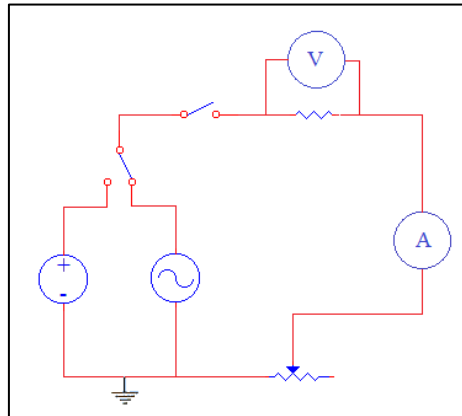

Figura 1.8
7. En el circuito de la figura 1.8 indique cuales son los elementos eléctricos encontrados.